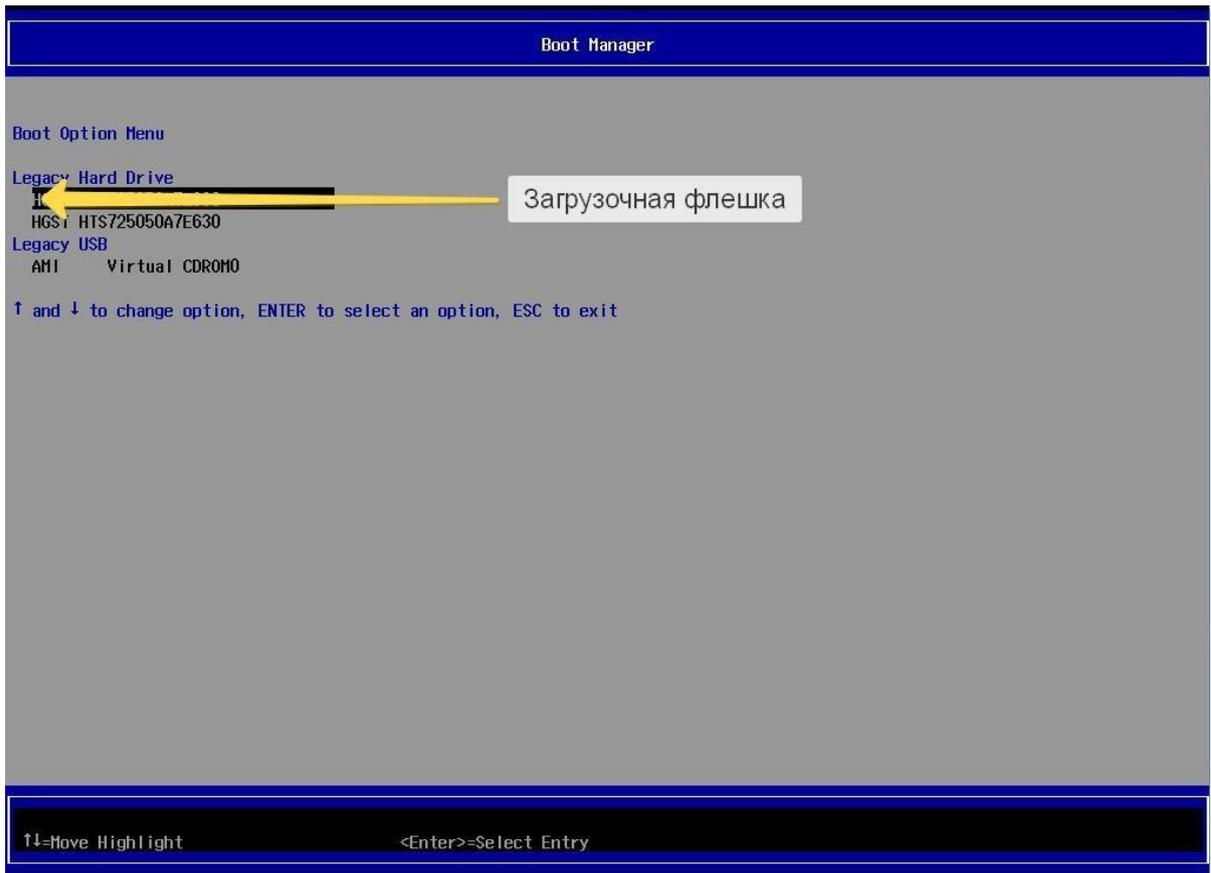

Рисунок 2. Окно меню менеджера загрузки
3. Настройте загрузку с USB диска, переместив его на верхнюю строку меню загрузки (см. Рисунок 2).